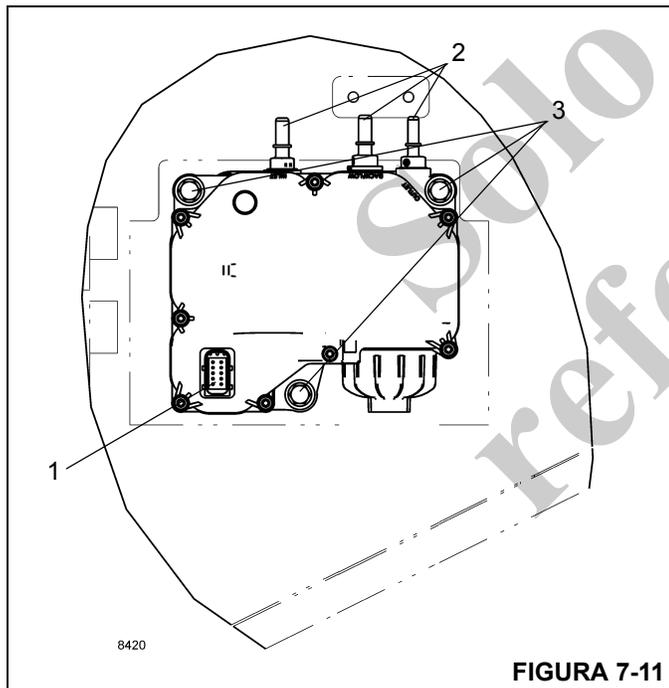

FIGURA 7-11
1. Desconecte la conexión eléctrica del módulo de suministro (Figura 7-11).